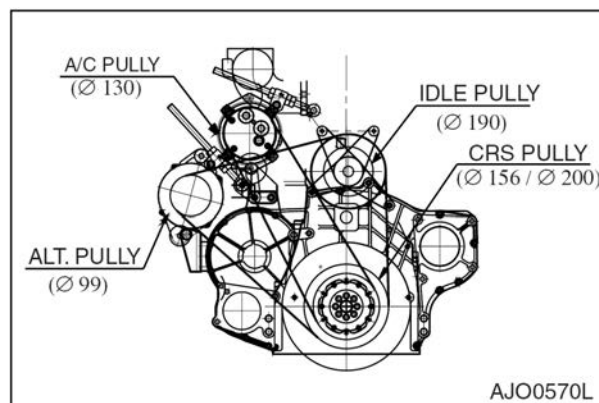

Рис. 53
1. Оттяните ремень в центре грузом 10 кг. См. рис. 53. Ремень должен провисать на 10 мм. Если ремень провисает больше, ослабьте регулирующее соединение, чтобы усилить натяжение ремня до провисания в 10 мм. Проверьте, не поврежден ли ремень. Если ремень поврежден, замените его.